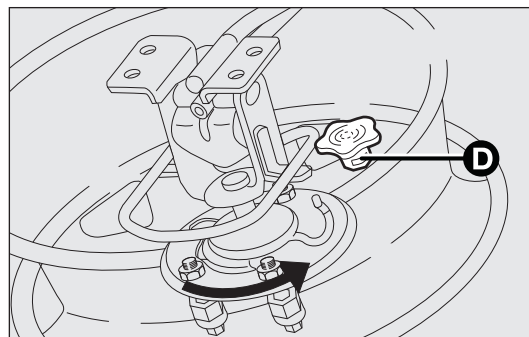

fig. 169
- Haka fast hjulet på hållaren genom att vrida det till slutet av springan (som visas i fig. 169) och skruva fast knoppen D.